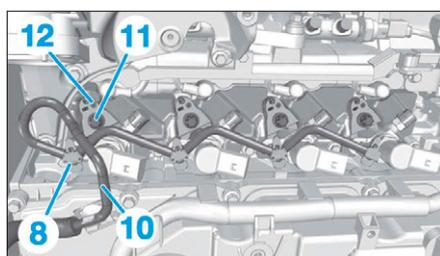

FIG. 50
- le tuyau de retour carburant (10) (Fig.50),
- la vis (11),
- les brides (12),